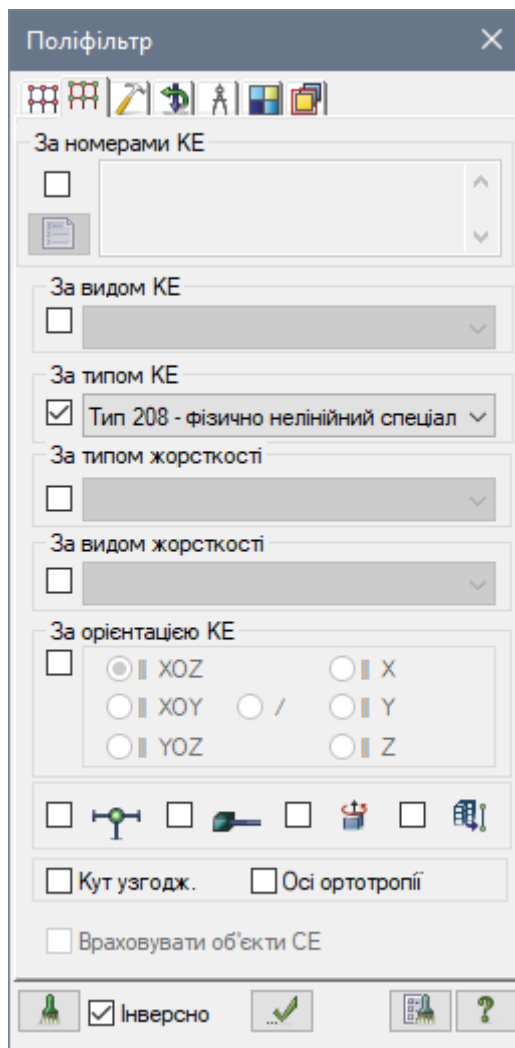

Рис. 10.15. Діалогове вікно Поліфільтр
- Далі встановіть прапорець **За типом KE** і в розкритому списку за допомогою курсору виберіть рядок **Тип 208 – фізично нелінійно спеціальний двовузловий KE попереднього натягу** (рис. 10.15).